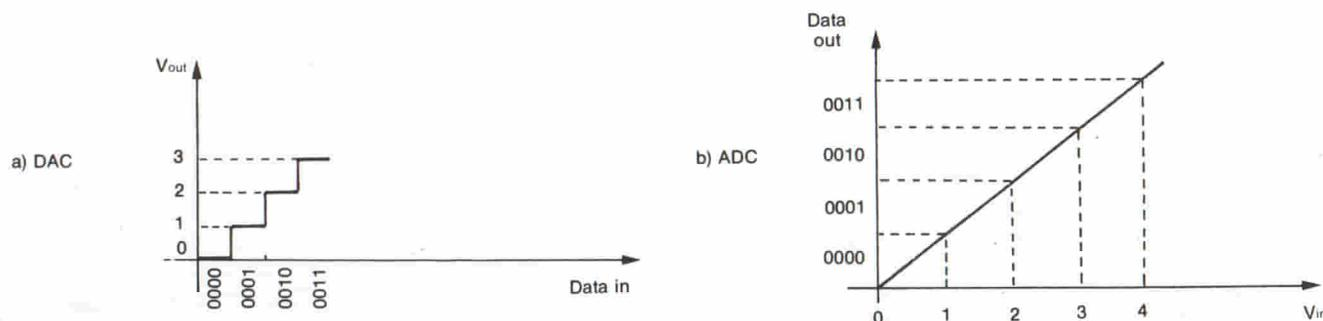

Fig. 1 - a) Diagramma Ingresso/uscita per un DAC (es.: 4 bit), b) Diagramma Ingresso/uscita per un ADC (es.: 4 bit).
**Fig. 1** - Quanto basta per "creare" una linea di trasmissione seriale: un pilota (Driver), un ricevitore (Receiver o Buffer), ed un coassiale (la massa deve essere comune fra Driver e Buffer). S1 è, per ora, il comando manuale per fare variare l'ingresso al Driver fra gli stati logici 0 ed 1.